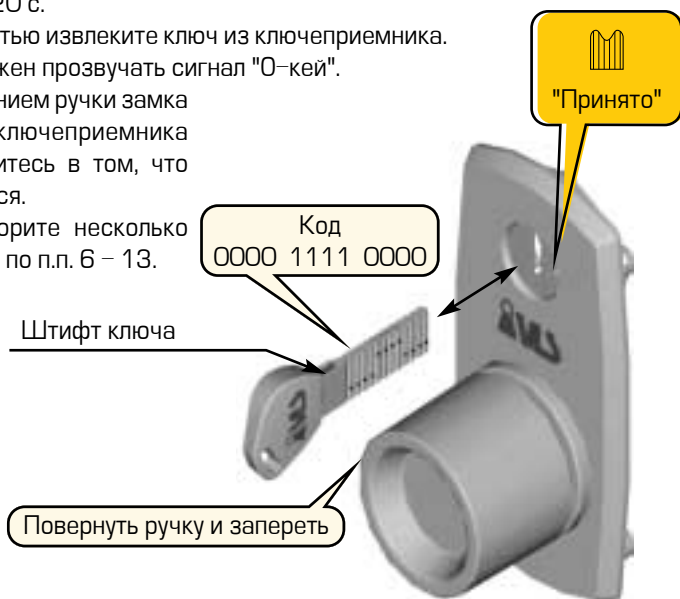

Рисунок 6 – Проверка замка: ввод первого кода
6. Вращением сегментов ключа наберите код 0000 11 11 0000. При этом штифт ключа должен быть направлен вверх (рис. 6).
7. Вращением ручки замка (рис. 6) приведите замок в закрытое состояние.